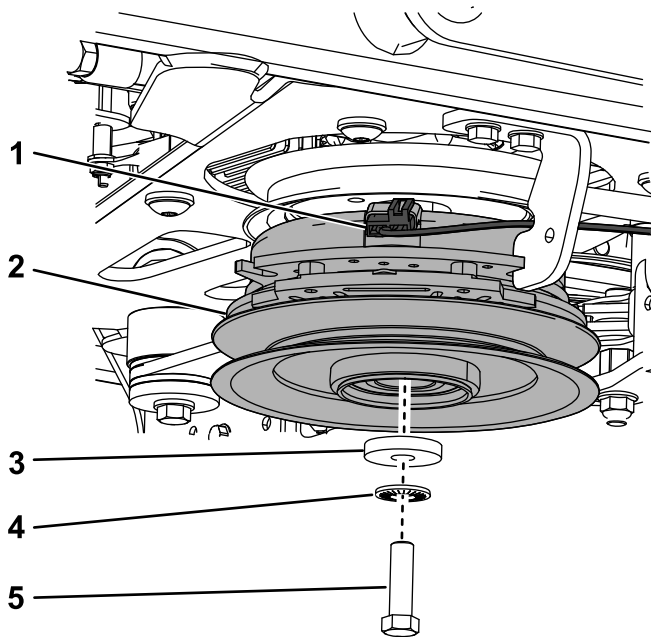

Figure 77
- B. Retirez le boulon, la rondelle, la rondelle élastique et l'embrayage (Figure 77).